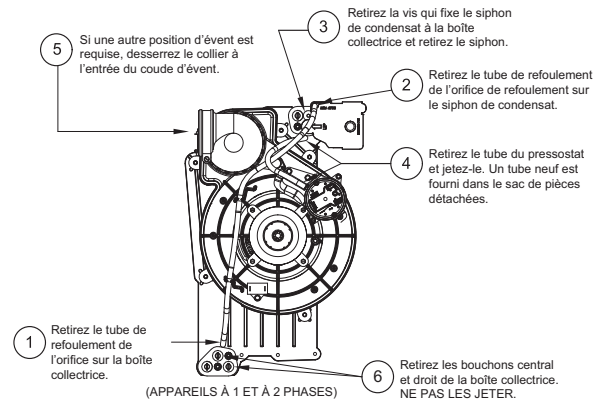

**Fig. 10 – Configuration de siphon horizontal à droite
Lorsque la chaudière est installée en configuration horizontale à droite, le siphon de condensat est installé initialement en usine au bas de la boîte collectrice. Consultez l'image du haut de la Fig. 10. Lorsque la chaudière est installée en configuration horizontale à gauche, le siphon de condensat est installé initialement en usine au sommet de la boîte collectrice. Consultez l'image du haut de la Fig. 11. Dans les deux cas, le siphon doit être repositionné sur la boîte collectrice pour assurer un drainage adéquat du condensat. Consultez les images inférieures des Fig. 10 et Fig. 11.
- La Fig. 10 illustre le siphon de condensat et la tuyauterie avant et après le déplacement en position horizontale à droite.